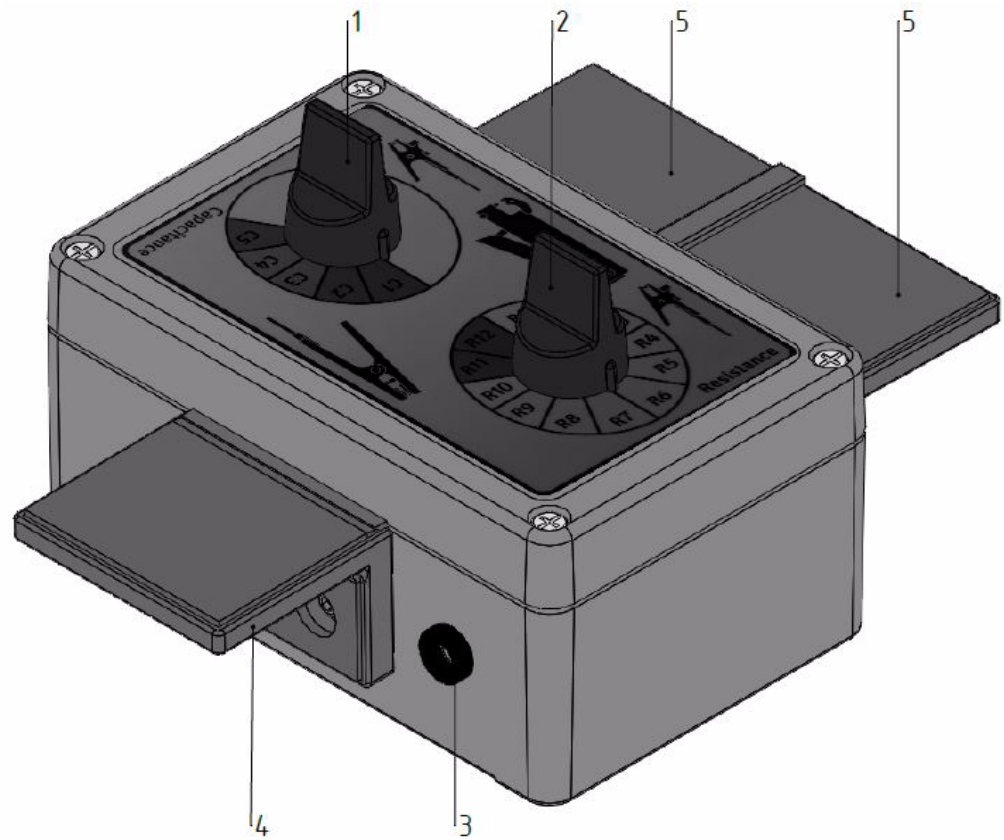

Abb. 1:
- Die Messleitung (Funktionserde) muss einerseits mit der Krokodilklemme sicher an Erde / Masse und andererseits in der Buchse (Abb. 1, Pos. 3) des TERRA-TU angeschlossen werden.